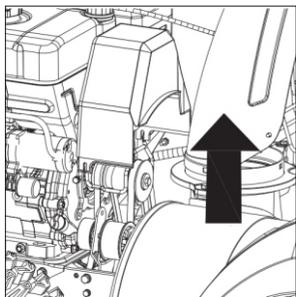

Рис. 33
- Снимите кожух ремня, открутив два болта (рис. 33).